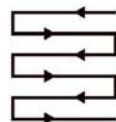

Fig. 17
5. Tondre suivant des rangées qui se chevauchent légèrement. Le modèle le plus efficace pour tondre les pelouses est la ligne droite parallèle à l'une des bordures. Cela permet de tondre la pelouse en rangées régulières et garantit qu'aucun endroit de la pelouse n'a été oublié (Fig. 17).